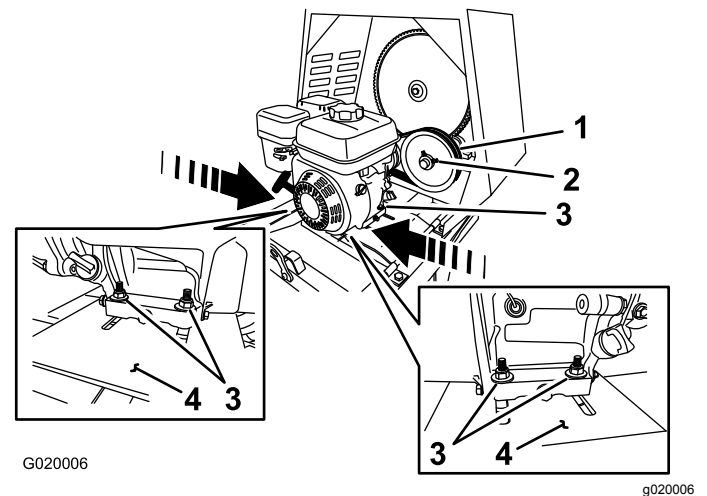

Figura 65
- B. Afloje los pernos y las tuercas que sujetan el motor a la chapa del motor (Figura 65).
- Para aumentar la holgura – aleje el motor de la polea tensora (Figura 65).
- Para reducir la holgura – acerque el motor a la polea tensora (Figura 65).